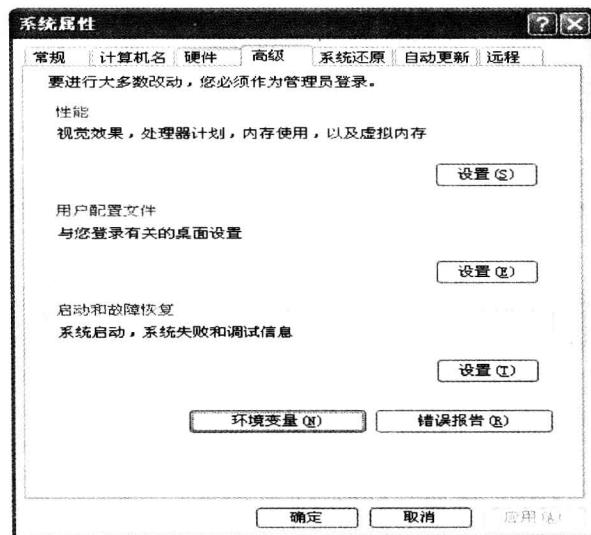

图 1.2 “系统属性”对话框
- ① 右击“我的电脑”图标,选择“属性”命令,打开“系统属性”对话框,如图 1.2 所示。